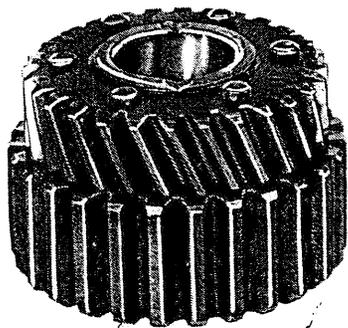

Fig. 231. Disque récepteur intérieur avec pignon d'attaque
- Pignon d'attaque avec disque récepteur intérieur (fig. 231)